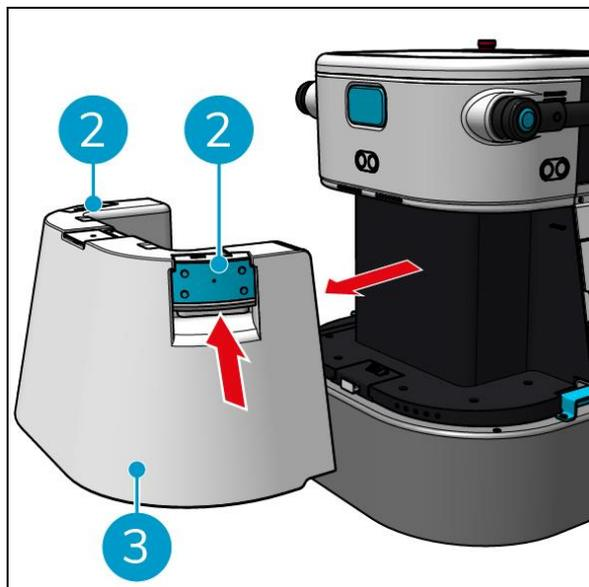

Figura 14
2. Utilizzare le maniglie blu (Figura 14, pos. 2) su entrambi i lati del serbatoio dell'acqua pulita (Figura 14, pos. 3) per sbloccare e sfilare ulteriormente il serbatoio dell'acqua pulita.